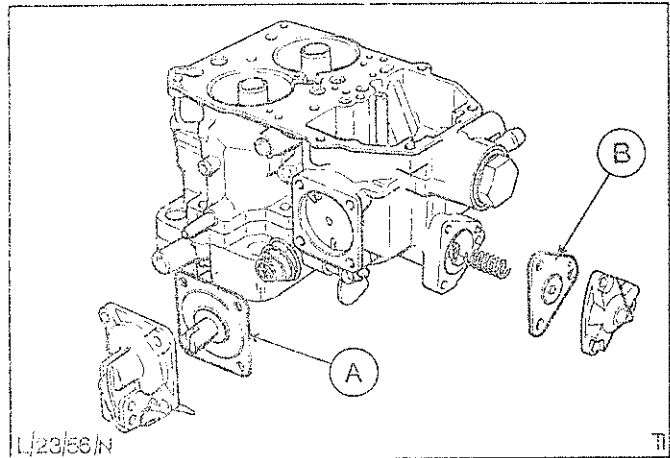

Abb.22 Beschleunigerpumpe und Anreicherungsventil zerlegt
13. Einzelteile der Beschleunigerpumpe und der Anreicherungsventil-Membraneinheit einbauen, dabei darauf achten, daß die Membranen nicht geknickt werden und daß die Rückdruckfedern jeweils die in Abb.22 gezeigte Einbaulage einnehmen.